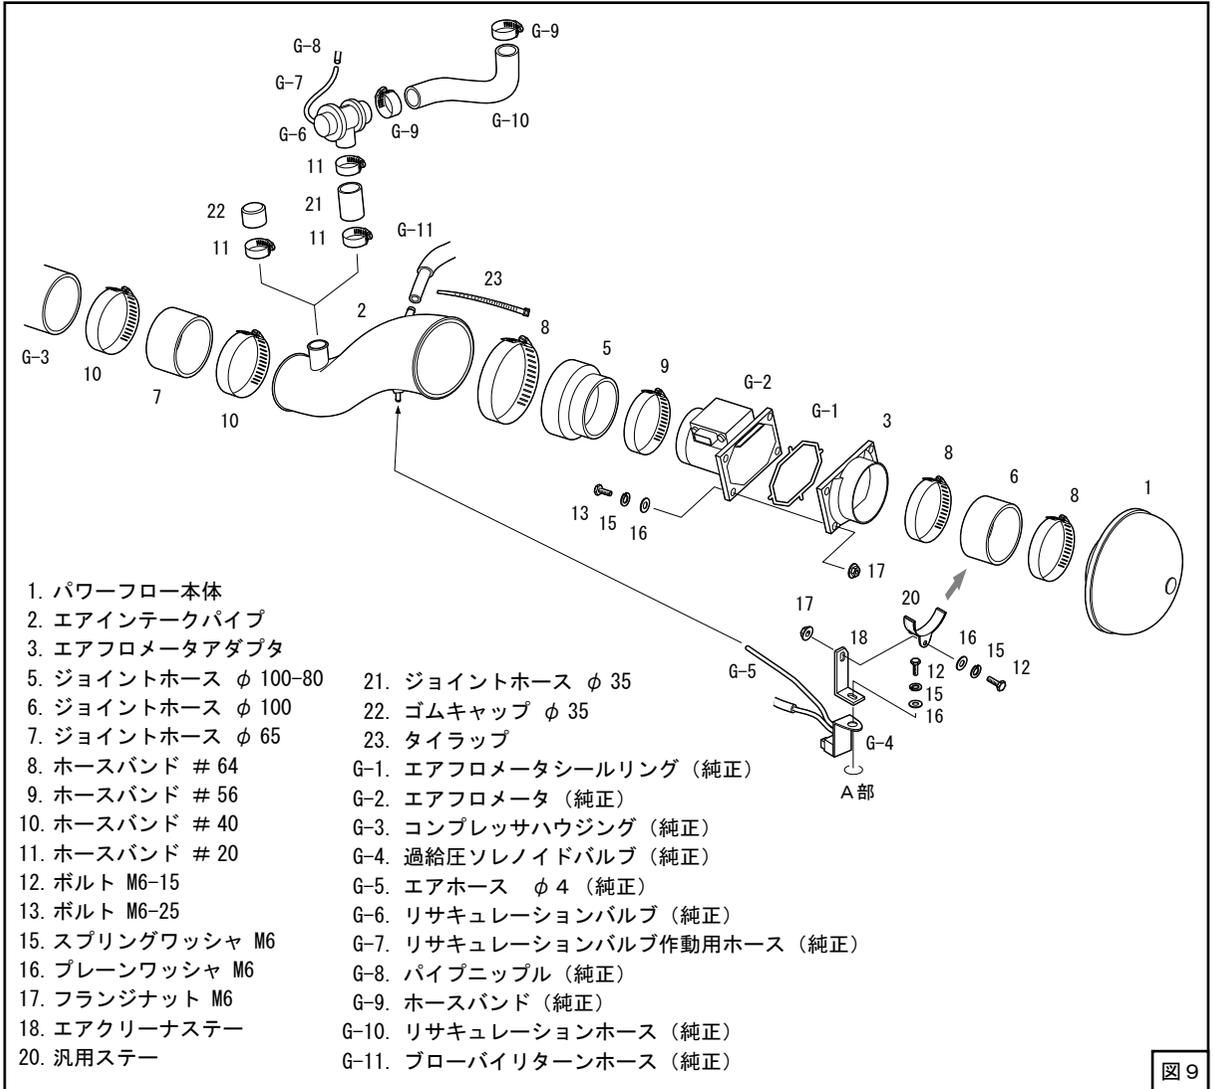

図 9
(2) 過給圧ソレノイドバルブ（純正）・エアクリーナステー・汎用ステーを仮付けしてください。（図8、図9）
(3) キットパーツを取付けてください。(図9、図11)
純正リサキュレーションバルブを外してある車両については、エアインテークパイプにゴムキャップ(図9内:22)を取付けてください。